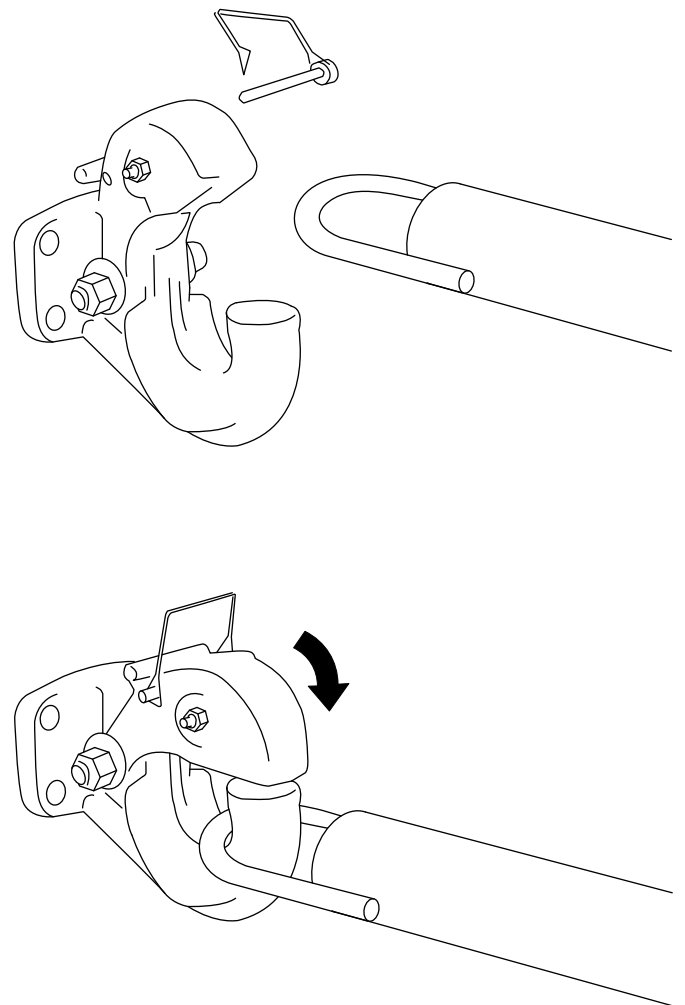

Figure 24
- Retirez la goupille de l'œillet d'attelage et ouvrez-le (Figure 24).
- Placez l'anneau de la barre de remorquage sur le crochet de l'œillet d'attelage (Figure 24).
- Fermez le haut de l'œillet d'attelage et fixez-le avec la goupille (Figure 24).